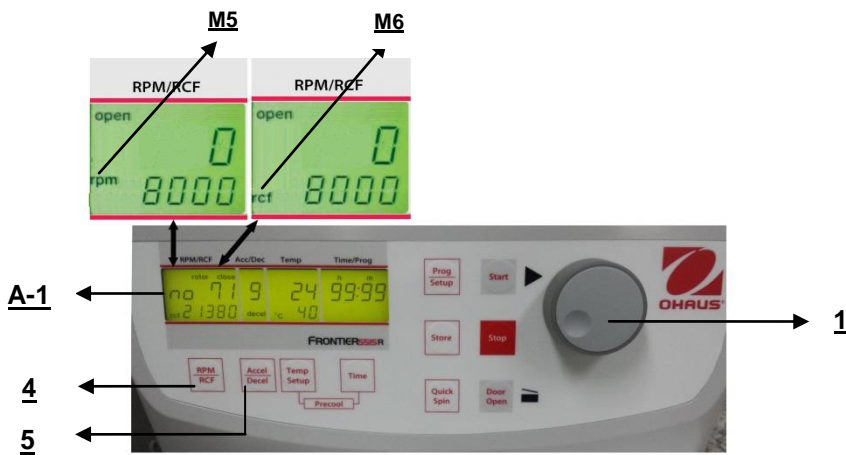

Figure. 16
Cette présélection est activée au moyen de la touche "RPM | RCF" (4) (voir la figure 16 ci-dessous). En appuyant sur la touche une fois, le mot "rpm" (M5) clignote. En appuyant sur la touche deux fois, il est possible de présélectionner les forces centrifuges. Le mot clignotant "rcf" (M6) apparaît alors. Il est possible de définir les valeurs désirées avec le bouton de réglage (1). Sur l'affichage (A-1), la valeur régulée est présentée en permanence, avant, pendant et après la centrifugation.